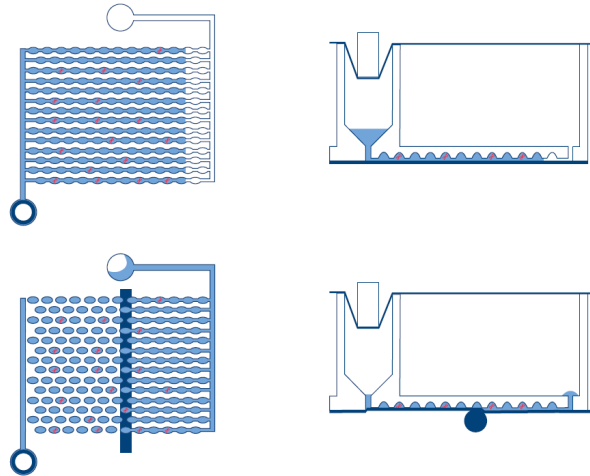

Figura 1. Esquema de llenado y partición de un pocillo.
- **Partición:** En el primer módulo del instrumento, los microcanales y las particiones de la placa se llenan con el material de muestra y la mezcla de reacción de dPCR. Esto se logra mediante pasadores de émbolo que comprimen el sello elástico superior de la nanoplaca sobre cada pocillo. Esto crea una presión positiva que bombea el líquido del pocillo de entrada hacia los microcanales y las particiones. Posteriormente, los canales de conexión entre las particiones se sellan mediante la activación de un adhesivo sensible a la presión a través de un proceso de laminación controlado por presión (consulte la Figura 1).
- **Adquisición de imágenes:** El paso final del proceso es la adquisición de imágenes, que captura la señal de cada partición de los pocillos de la nanoplaca. En el modo Utility, el usuario puede configurar los canales de detección y los ajustes de la adquisición de imágenes con la funcionalidad de configuración del experimento dentro de Software Suite. En el modo IVD, los ajustes de adquisición de imágenes están preestablecidos en condiciones optimizadas, por lo que no requieren configuración por parte del usuario. Las particiones que contengan una molécula diana emitirán fluorescencia con mayor intensidad que las particiones sin diana (consulte la Figura 1). Para obtener más información y conocer las especificaciones del sistema de adquisición de imágenes, consulte la sección 8 Especificaciones técnicas.